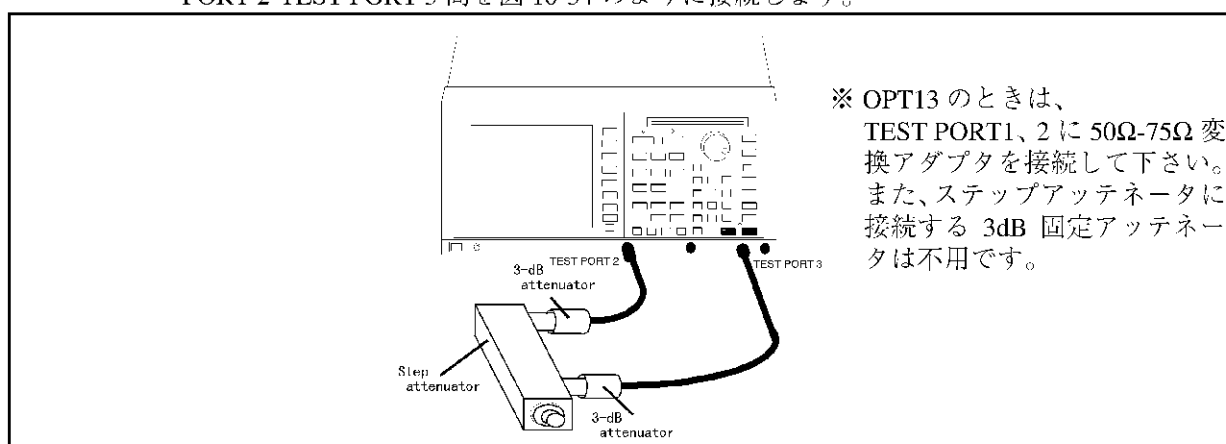

図 10-34 TEST PORT 2 のダイナミック・レベル確度測定の接続
- (1) 2 個の 3dB 固定アッテネータ、ステップ・アッテネータを RF ケーブルを使用して、TEST PORT 2-TEST PORT 3 間を図 10-34 のように接続します。